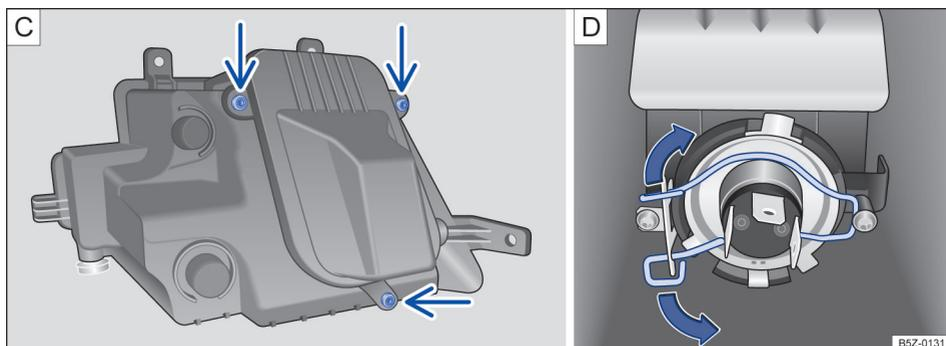

Fig. 127 No para-choque dianteiro: **C**) retirar os parafusos da cobertura da lâmpada e **D**) lâmpada do farol de neblina.
5. Retirar os parafusos indicados pelas setas → Fig. 127 C, para acessar a lâmpada do farol de neblina.
7. Comprimir a mola de travamento no sentido da seta e deslocá-la para destravar a lâmpada → Fig. 127 D.